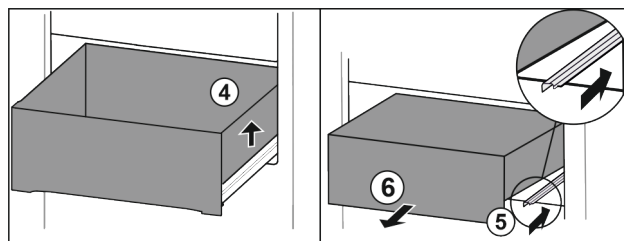

Fig. 89
- ▶ Повдигнете чекмеджето отдясно. Fig. 89 (4)
- ▶ Вкарайте дясната релса. Fig. 89 (5)
- ▶ Извадете чекмеджето напред. Fig. 89 (6)